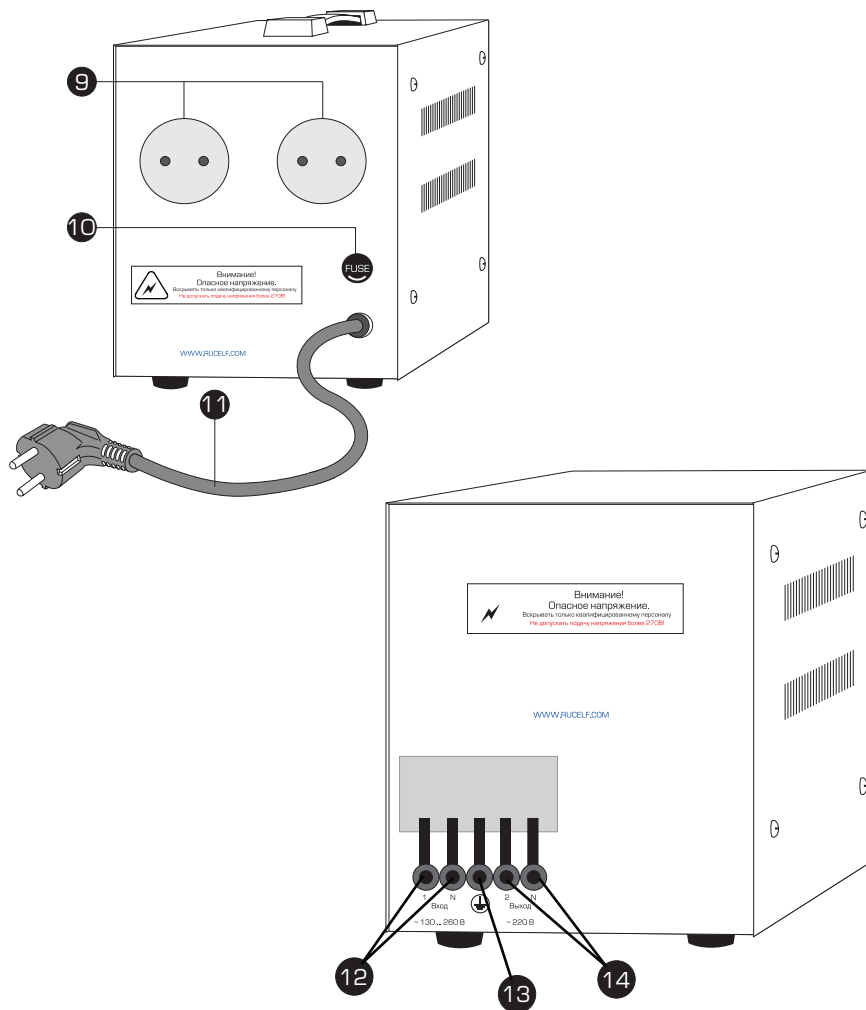

Рис. 3
- Підключити навантаження до клем чи розетки №9, 14 (рис.3) вихідної напруги.
- Підключити до мережі 220 В шнур живлення чи пару вхідних клем №11, 12 (рис. 3) на задній панелі стабілізатора.